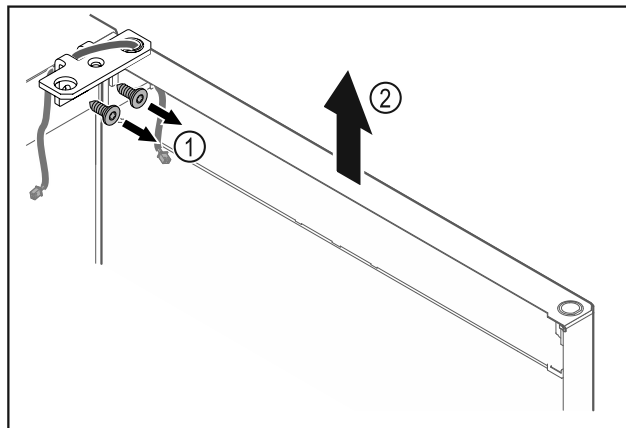

Fig. 15
- ▶ Odvijte kotnik tečaja vrat Fig. 15 (1).
- ▶ Vrata s kotnikom tečaja Fig. 15 (2) dvignite za približno 200 mm naravnost navzgor in jih snemite.